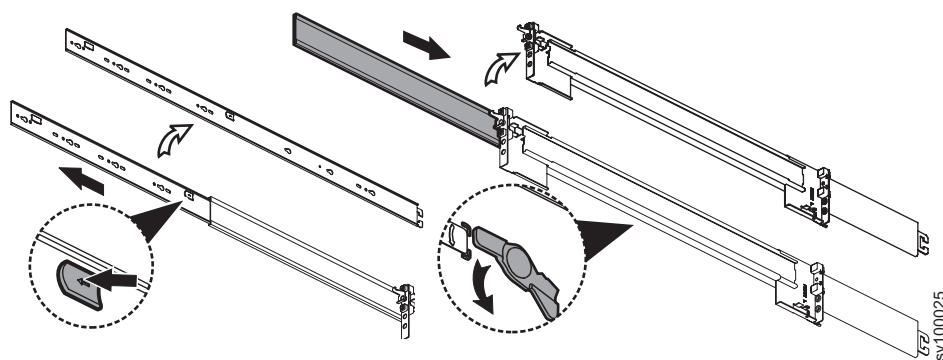

Figura 59. Removendo a seção interna do trilho
3. Remova a seção interna de um trilho de três partes, conforme mostrado em Figura 59.